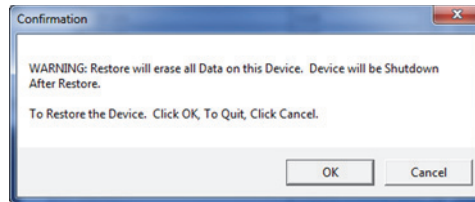

Abbildung 6-35 Dialogfeld Confirmation zur Bestätigung des Rückspeichervorgangs
5. Wird das Dialogfeld **Confirmation** eingeblendet (siehe Abbildung 6-35 auf Seite 356), klicken Sie auf **OK**, um die Sicherheitskopie rückzuspeichern.